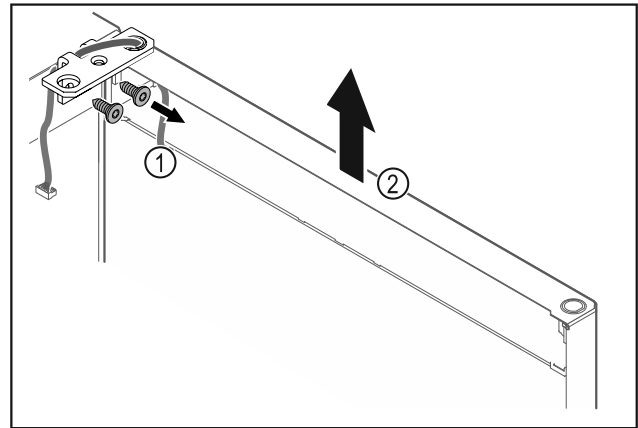

Fig. 14
- ▶ Ξεβιδώστε τη γωνία μεντεσέ Fig. 14 (1).
- ▶ Σηκώστε την πόρτα μαζί με τη γωνία μεντεσέ Fig. 14 (2) περίπου 200 mm ευθεία προς τα επάνω και αφαιρέστε τη.